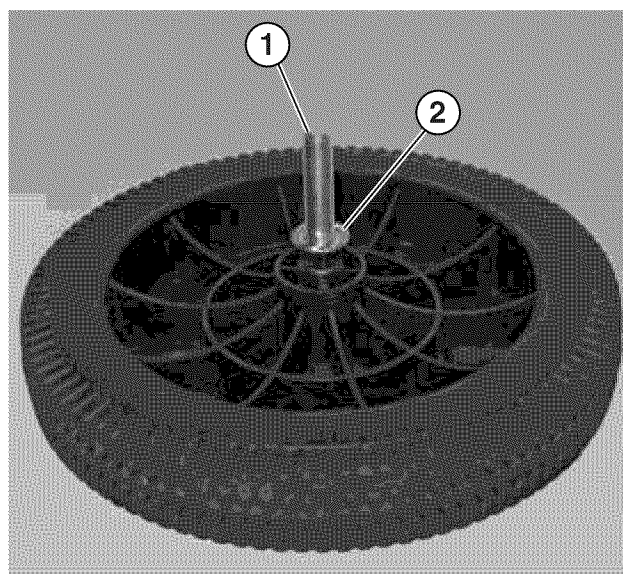

Figura 6 – Colocación de la tuerca de brida dentada exterior
3. Coloque el perno de brida del eje de la rueda M12 x 105 mm a través de la rueda (ver *Figura 6*).
4. Enrosque la tuerca de brida dentada M12 al perno con los bordes dentados orientados en sentido contrario a la rueda. Ajuste la tuerca (ver *Figura 6*).